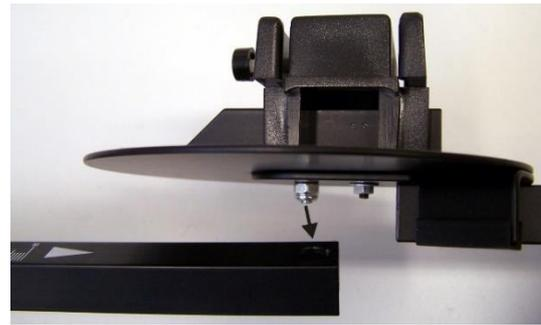

Fig. 2: Inserimento della guida corta nella guida lunga
- Inserire la guida corta nella guida lunga (Fig. 2).